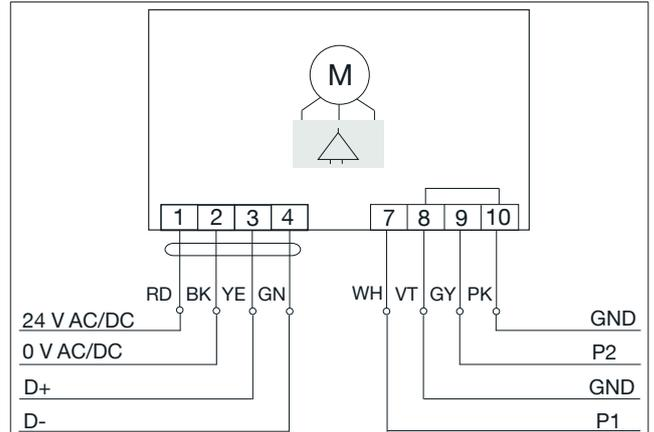

Fig. 4 : Schéma de raccordement
- Raccorder les lignes de donnée pour le Modbus et, si nécessaire, les lignes pour les entrées universelles selon l'affectation sur la Fig. 4 en page 11.
- Raccorder les lignes pour l'alimentation électrique selon l'affectation sur la Fig. 4 en page 11.